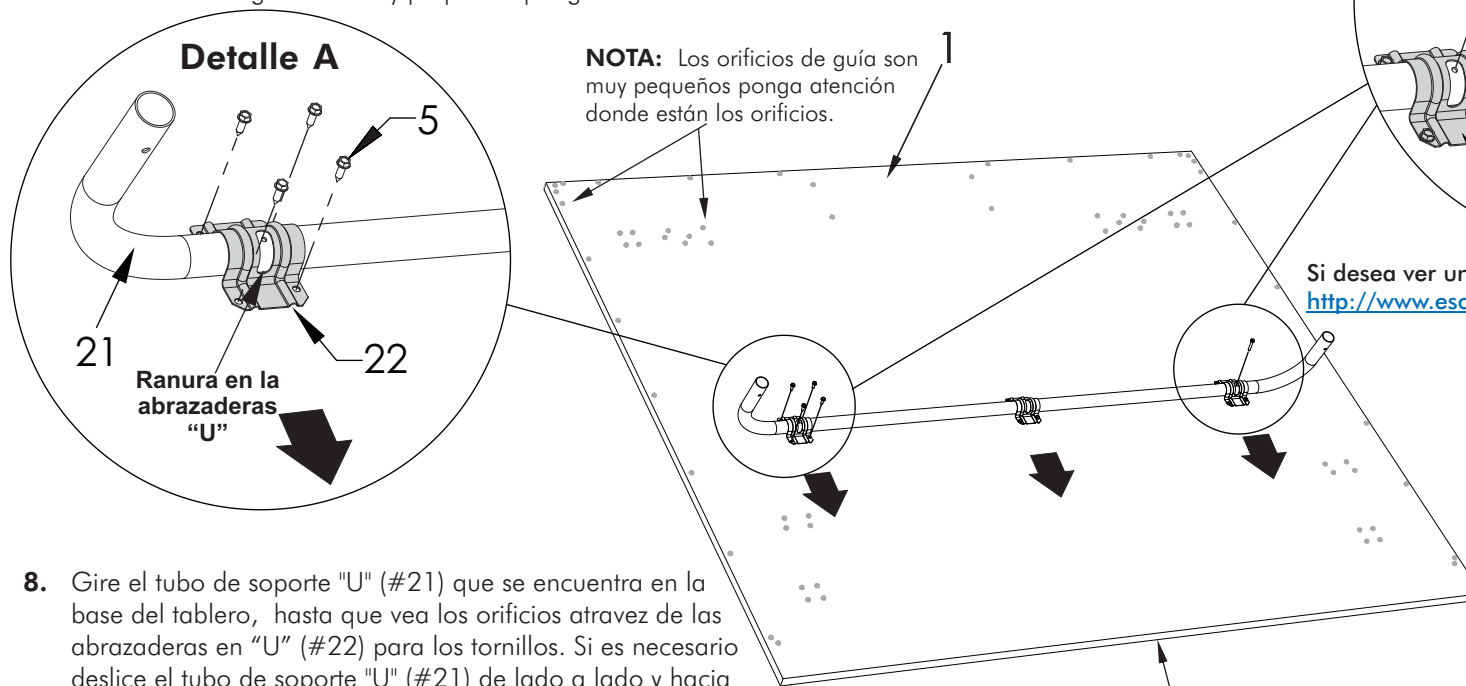

Figura 5
6. Alinee el tubo de soporte "U" (#21) sobre el Tablero (#1) como se muestra en la **Figura 5**.
7. Alinee los cuatro orificios en cada abrazadera en "U" (#22) con los cuatro orificios en el tablero. Asegúrese de que la ranura de las abrazaderas en "U" (#22) apunten en la misma dirección hacia el extremo del tablero sin raya y sin orificios. Asegure las abrazaderas en "U" (#22) con los Tornillos (#5) como muestra en la **Figura 5** y en el **Detalle A**.
9. Inserte el tornillo (#35) por la ranura de la abrazadera en "U" (#22) y dentro del tubo de soporte "U" (#21). Vea la **Figura 5** y el **Detalle B**. Atornillelo hasta que toque el fondo del tubo de soporte. El tornillo (#35) quedará afuera acerca de 3/8". Repetir para el segundo tornillo (#35) y la abrazadera en "U" (#22).